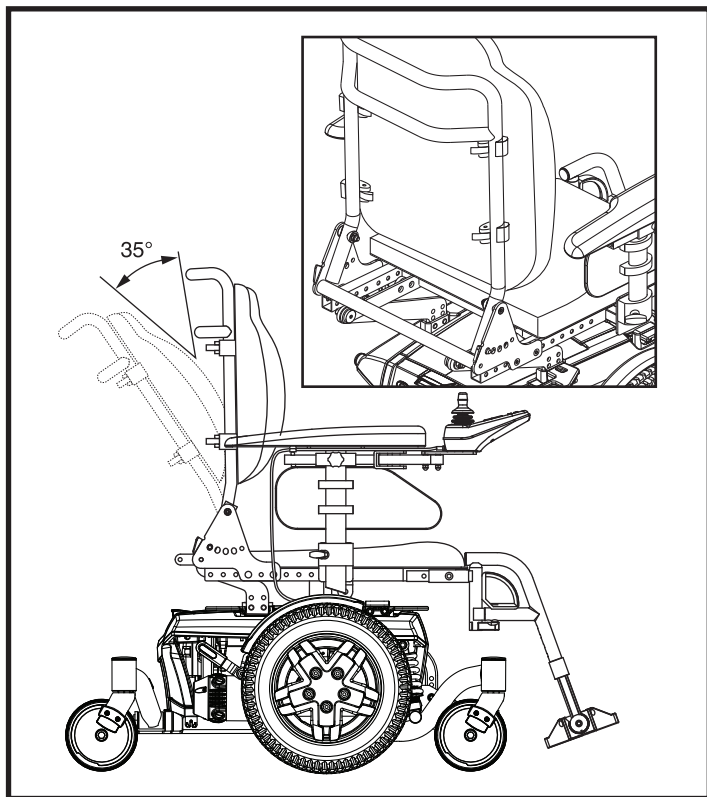

Figura 11. Regolazione manuale dell'inclinazione del sedile
1. Tirare la fascetta di regolazione sulla parte inferiore dello schienale. **Vedere la figura 11.**